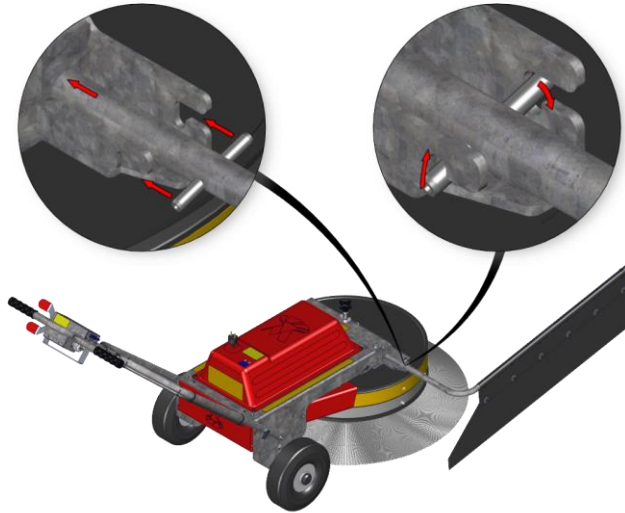

Abb. 65: Anbau Schwadformer WR 870 Akku / Akku PRO
1. Den Schwadformer gemäß Abb. 65 in die Aufnahme der Maschine einführen.